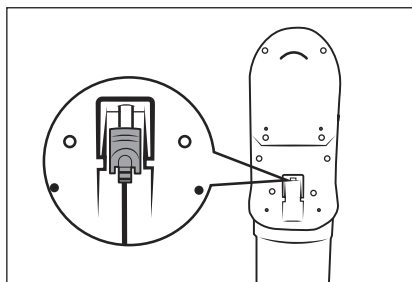

Fig. 8
- L'aspirapolvere può anche essere caricato direttamente tramite l'alimentatore **10**. A tale scopo girare leggermente lo spinotto cavo **11** per rimuoverlo dal supporto a parete **18** e inserirlo nella presa di carica **3** dell'apparecchio (vedere fig. 8).